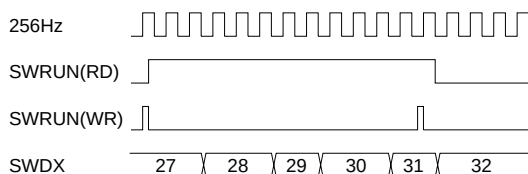

図C.1 RUN/STOP制御のタイミングチャート
- (1) 計時タイマはレジスタTMRUNへの書き込みに対して、256Hz信号の立ち下がりエッジに同期して実際にRUN/STOP状態となります。したがって、TMRUNに"0"を書き込んだ場合は、"+1"余分にカウントしたところでタイマが停止状態となります。また、このときTMRUNは実際にタイマがSTOP状態となるまで、読み出しに対して"1"を保持します。
- 図C.1にRUN/STOP制御のタイミングチャートを示します。